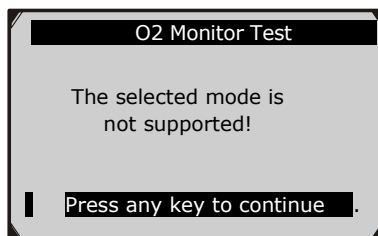

Рисунок 6.24
- Если автомобиль не поддерживает этот режим, на экране появится информационное сообщение. (Рисунок 6.24)